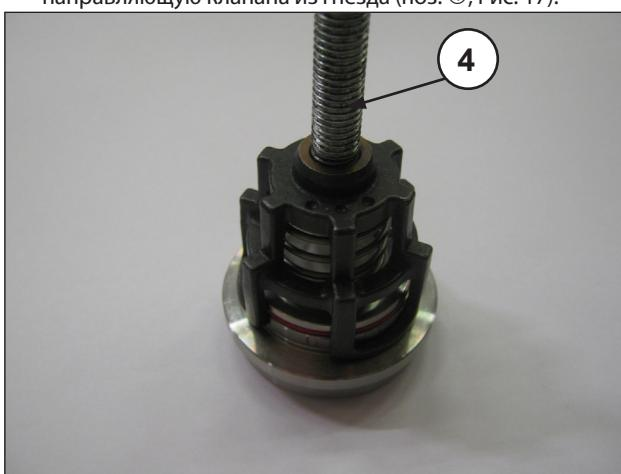

Рис. 17
- Снимите клапанные узлы всасывания и нагнетания, закрутив винт M10, длина которого позволяет воздействовать на тарелку клапанов и извлечь направляющую клапана из гнезда (поз. ④, Рис. 17).